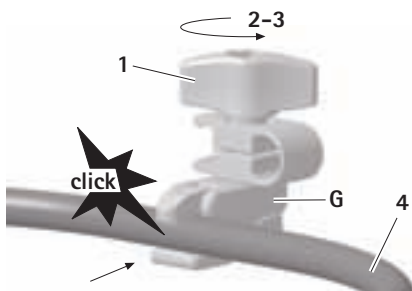

Fig. 6
- Agganciare il morsetto di fissaggio **G** nella posizione desiderata del telaio **4** (BV814R/BV815R) fino a percepire un clic, vedere Fig. 6.